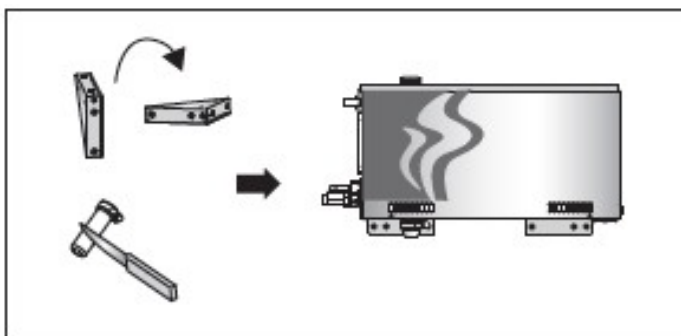

Figura 7
- În caz că doriți să instalați aparatul pe pardoseală, întoarceți în poziție orizontală elementele de fixare și tăiați mai scurt ceașca de colectare (Figura 7).